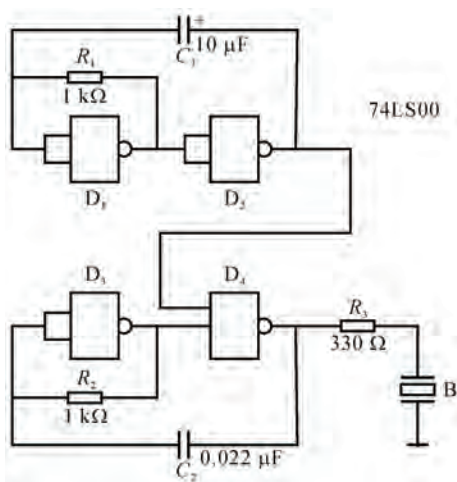

图 2.50 模拟虫叫电路
- (1) 参考图2.50的电路图，设计模拟虫叫电路。
- (2) 在虚拟电子实验室检验设计。
- (3) 在电子实验箱上接线，听声音并进行调试，达到预期效果。
- (4) 分析产生断续声的原理。
1. 以2~3人为一组，按图2.50自制模拟虫鸣器，并调出最逼真的虫鸣声。